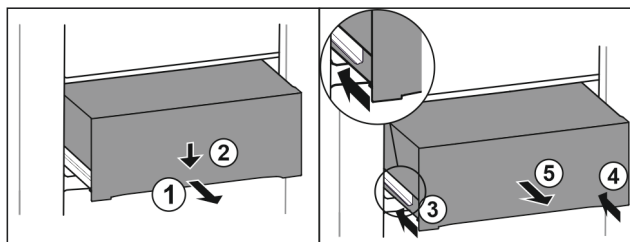

Fig. 163
- ▶ Изтеглете чекмеджето наполовина. Fig. 163 (1)
- ▶ Натиснете надолу чекмеджето от предната страна. Fig. 163 (2)
- ▶ Вкарайте лявата релса приблизително 2 cm навътре. Fig. 163 (3)
- ▶ Вкарайте дясната релса приблизително 2 cm навътре. Fig. 163 (4)
- ▶ Извадете чекмеджето напред. Fig. 163 (5)